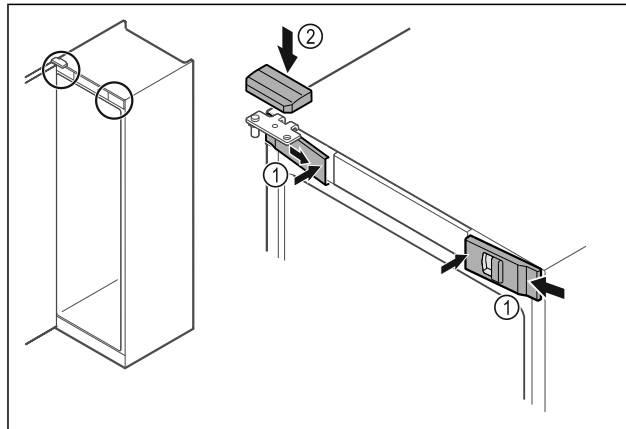

Fig. 52
- ▶ Klik de forreste afdækninger Fig. 52 (1) i på siden, og lad dem gå i hak indvendigt.
- ▶ Klik på den øverste afdækning Fig. 52 (2) på ovenfra.